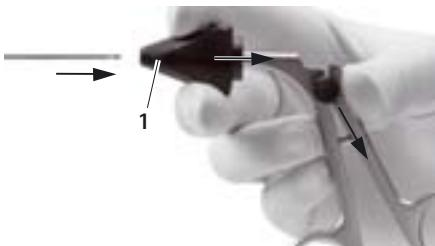

Fig. 8
- Far arretrare la stella girevole 1 fino all'arresto e tenerla ferma in tale posizione, vedere Fig. 8.